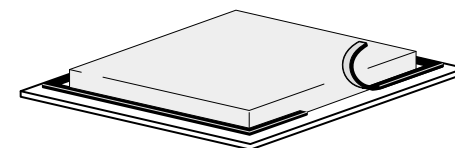
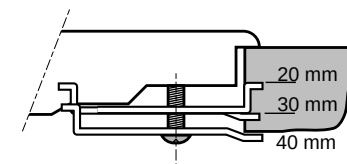

fig. 9
fig. 10
- Découpez le plan de travail en respectant les dimensions indiquées sur les illustrations 4 et 5. Collez les bandes adhésives en-dessous de la plaque de cuisson (voir fig. 9) et placez-la dans l'emplacement découpé. Fixez la plaque de cuisson au plan de travail en serrant les 4 pinces (voir fig. 10).